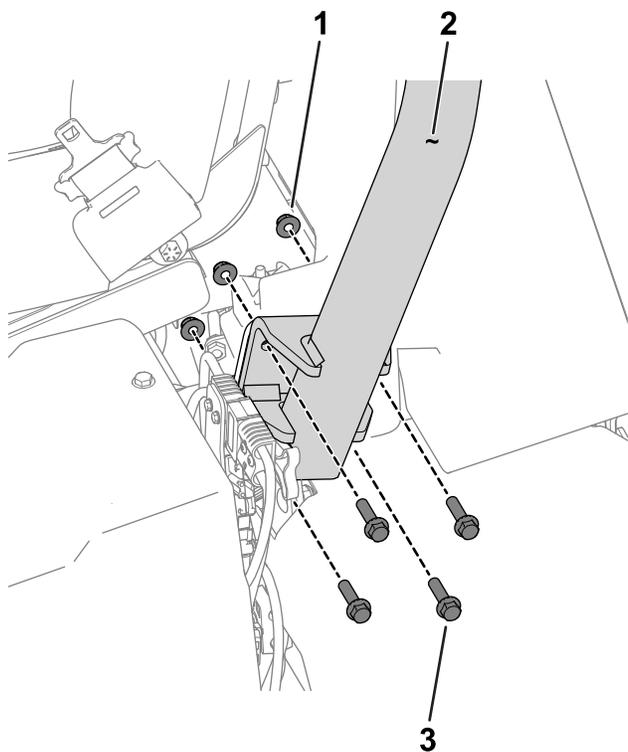

図 3
3. 機体の両側で、ROPS ブラケットに ROPS バーを取り付ける六角ヘッドボルト $\frac{3}{8}$ " x  $1\frac{1}{2}$ " 8本、ナット $\frac{3}{8}$ " 8個を使用する 図 3。